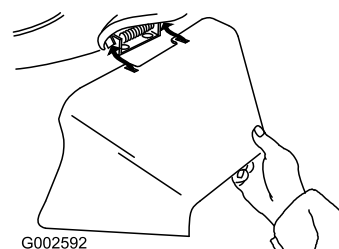

Figura 26
3. Instale el conducto de descarga lateral y cierre la puerta sobre el conducto (Figura 26).